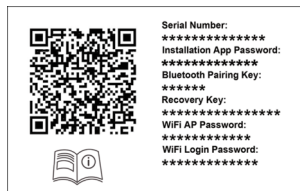

Abbildung 1: Beispiel eines Passwortstickers aus dem Safety Guide.
- a) Bluetooth Verbindung mit der Wallbox herstellen. Hierfür den multifunktionalen QR-Code mit individuellen Zugangsinformationen auf dem **Passwortsticker aus dem Safety Guide / Installation: first steps** scannen (QR-Code beispielhaft unten in Abbildung 1 dargestellt).
9. Optional: Verbindung mit MyBMW App herstellen. Für die Verbindung bitte den multifunktionalen QR-Code mit individuellen Zugangsinformationen auf dem **Passwortsticker aus dem Safety Guide / Installation: first steps** verwenden (QR-Code beispielhaft unten in Abbildung 1 dargestellt).